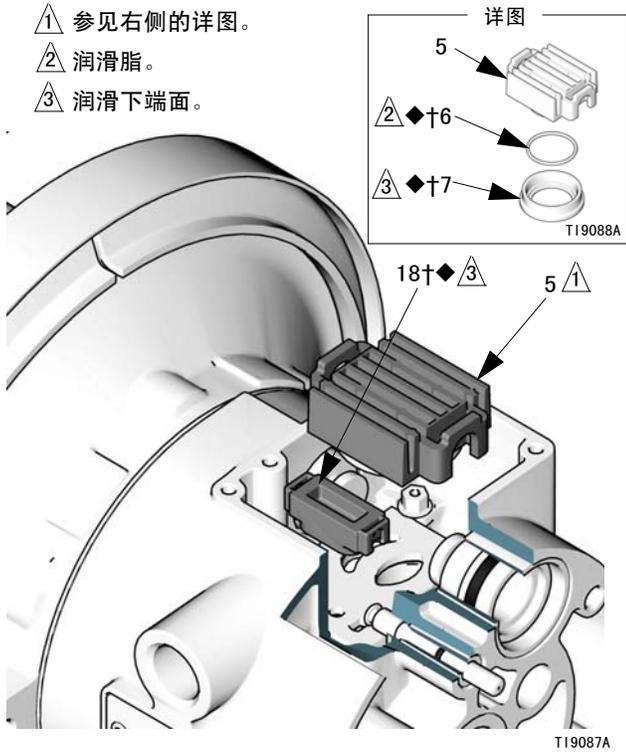

图 6
3. 将阀座 (5) 移到中心位置并将其从机孔中拉出。将阀块 (7) 和 0 形圈 (6) 从阀座上卸下。使用尖嘴钳，将导向块 (18) 向上笔直拉出机孔。见图 6。
7. 润滑导向块 (18 \dagger \blacklozenge) 的下端面，将其突台卡入导向销 (16) 两端的沟槽中而安装到位。见图 6。
8. 润滑 0 形圈 (6 \dagger \blacklozenge) 并将其安装到阀块 (7 \dagger \blacklozenge) 中。将阀块推入阀座 (5)。润滑阀块的下端面。见图 6。
9. 安装阀座 (5)，将其突台卡入传动器活塞 (11) 窄端的沟槽内。见图 6。